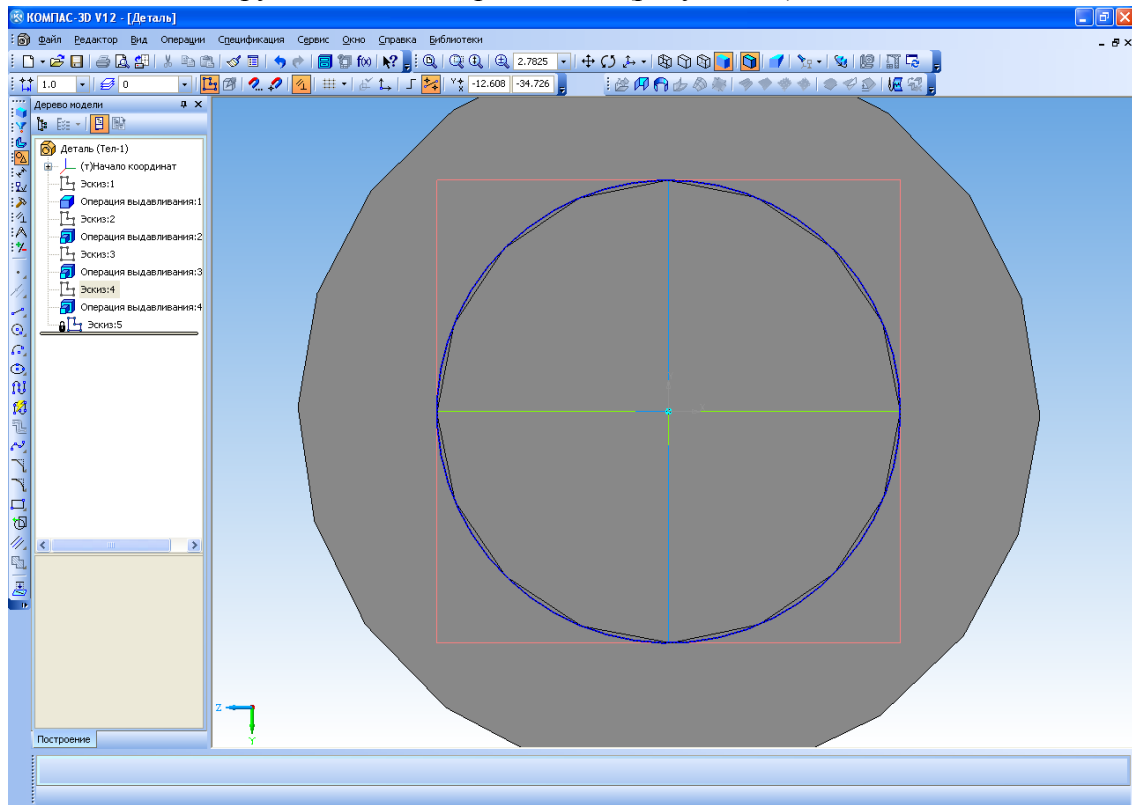

Рисунок 14
1. Переверните деталь вперед бобышкой диаметром 50 мм. Выделите торцевую грань и создайте новый эскиз – окружность диаметром 50 мм (рисунок 14).